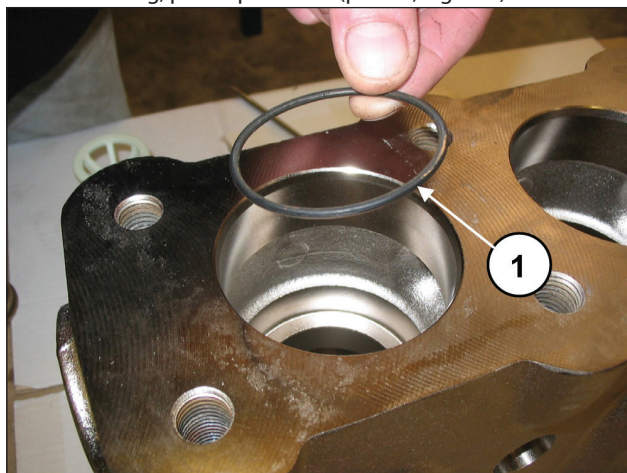

Fig. 103
Inserire l'O-ring, pos. esplosivo n. 5 (pos. ①, Fig. 103).